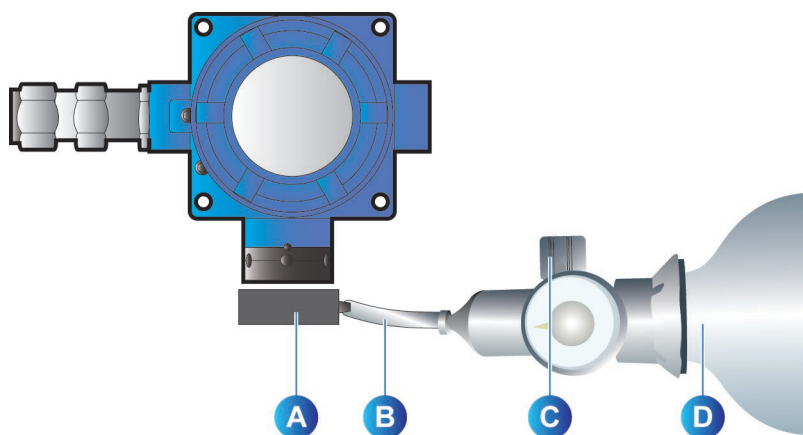

Figura 12: Regulação do zero e sensibilidade (OLC 100)
2. Colocar a protecção de calibração na cabeça de detecção (Figura 12, rep. A).